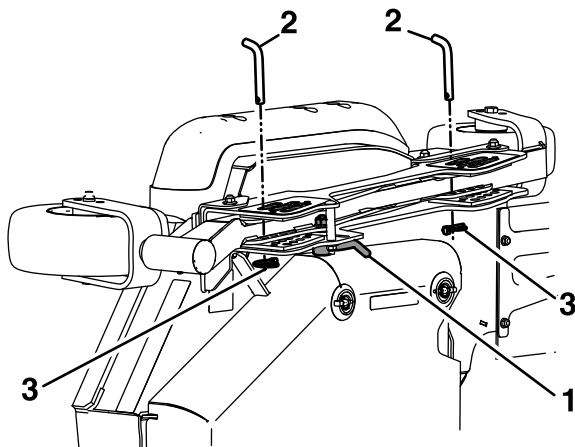

Figura 28
- B. Abra los bloqueos de leva situados en el canal de altura de corte de la carcasa lateral (Figura 28).
- D. Mueva la carcasa lateral a la altura deseada e instale los pasadores de ajuste de la altura de corte y los pasadores de seguridad (Figura 28).